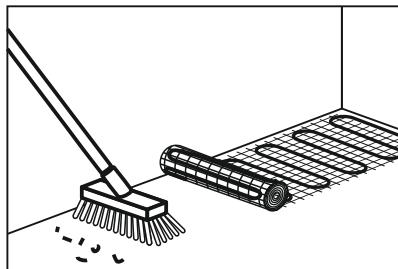

Рис. 3 – Очистка пола от мусора
- Поверхность пола необходимо выровнять, очистить от мусора, острых и заостренных предметов (рис.3).